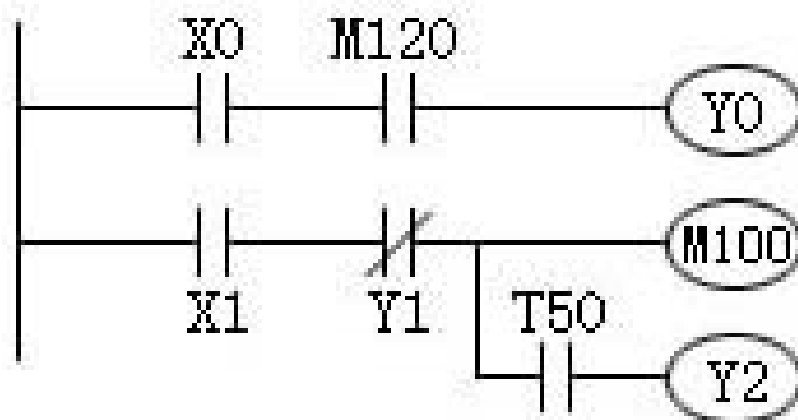
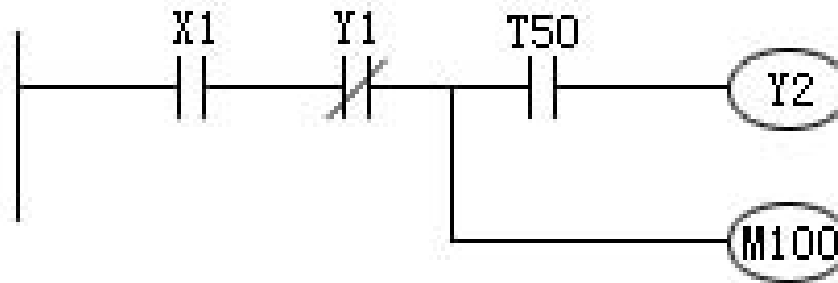

图2-15 梯形图
图2-16 梯形图
ANI指令是用于单个常闭触点的串联。如图2-15所示。
- (1) AND、ANI是单个触点串联连接指令，可以连续使用。
- (2) 若按正确次序编程，可以反复使用连续输出，例如要求M100动作的同时，Y2经触点T50也动作，应按图2-15所示次序编程，而不允许使用图2-16所示次序的编程方法。如要使用图2-16，必须使用多重输出指令。